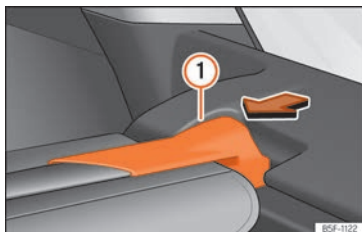

Fig. 174 En el maletero: desmontar la bandeja.
- Presione el soporte de la bandeja »» fig. 174 ① en el sentido de la flecha.
- Encaje el soporte de la bandeja »» fig. 174 ① en el alojamiento derecho.
- Compruebe si el soporte »» fig. 174 ① está encastrado correctamente.